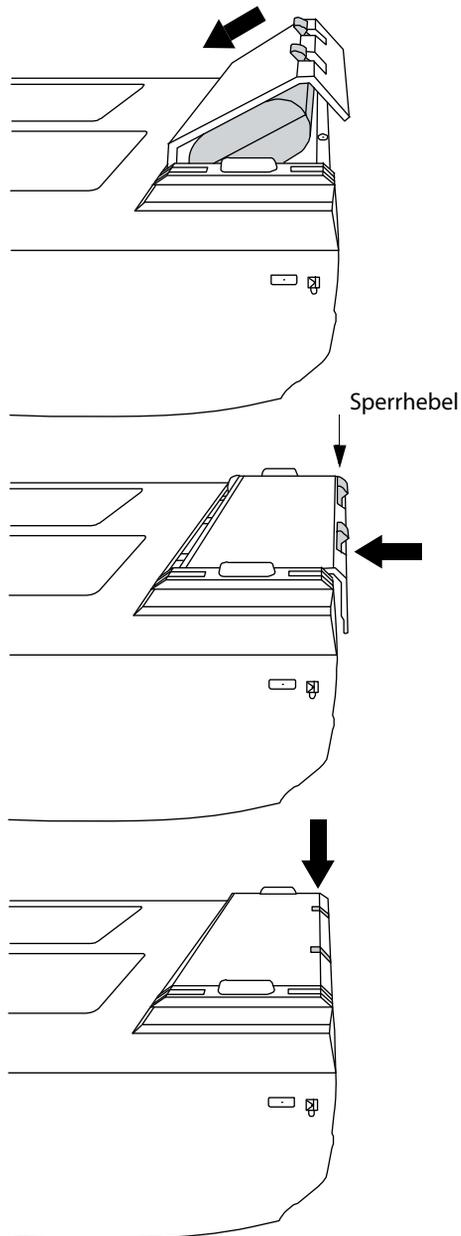

Abbildung 2-3 Einsetzen des Akkus
- 3 Setzen Sie den Akku leicht angestellt in das Akkufach ein. Siehe **Abbildung 2-3** auf Seite 2-4.